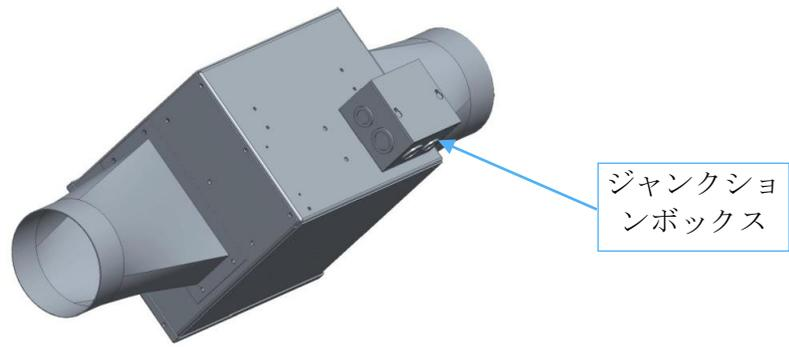

Fig. 39 プロジェクタの後方図 74-00013-01
- A. ジャンクションボックスのふたを開きます (図 39)。